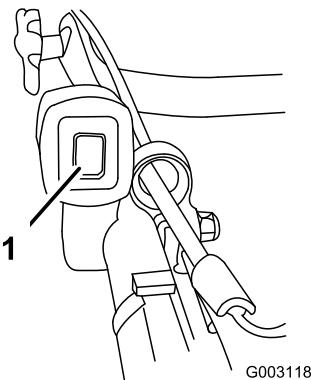

Figure 22
1. Poussez le commutateur d'allumage en position arrêt (Figure 22).